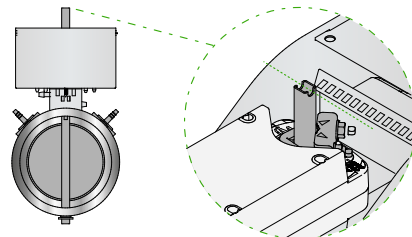

Figure 27. Lame de registre en position "Normally closed".
3. Veiller à ce que la lame du registre soit correctement positionnée, se reporter aux figures 27 ou 28. REMARQUE: Le collier de l'axe est toujours orienté comme illustré sur le dessus du registre circulaire.